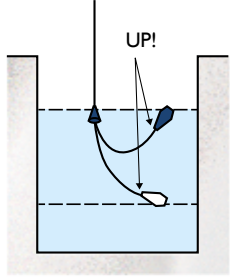

Imagen 5. Nótese la correcta posición del flotador.
- Al probar el interruptor flotador de nivel sin hacerlo flotar, es importante notar su posición correcta: el marcado UP en el borde de la base debe quedar hacia arriba. Cuando, por ejemplo, se coloca de costado en el suelo, encuentra esta posición gracias a su peso de quilla interna (imagen 5 en la página adyacente).